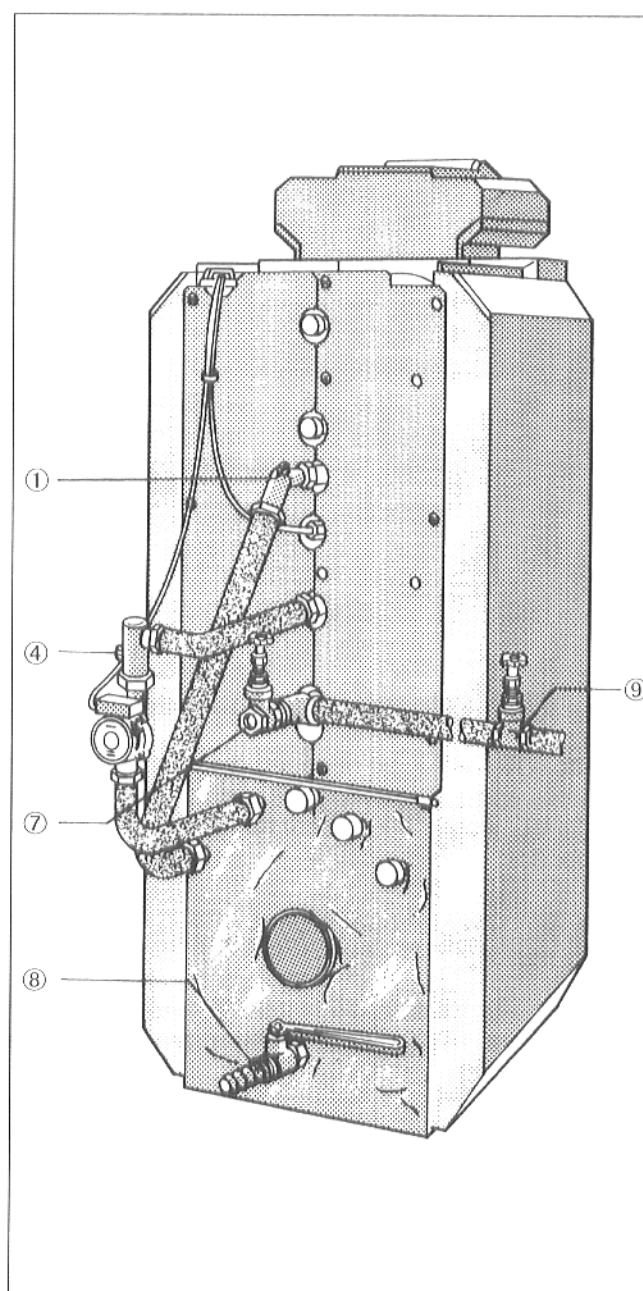

Abb. 33
- Entlüftungsschraube ① am Speichervorlauf öffnen (Abb. 33).
- Mit Stellschraube ④ Eckrückschlagventil öffnen (Schraubenschlitz senkrecht – Abb. 33).
- Füll- und Entleerhahn ⑧ öffnen und Anlage füllen, bis aus der Entlüftungsschraube ① Wasser austritt.
- Entlüftungsschraube ① zudrehen.
- Mit Stellschraube ④ Eckrückschlagventil in Betriebsstellung bringen (Schraubenschlitz waagrecht).
- Prüfen, ob Entleerventil ⑦ geschlossen ist.
- Ventil ⑨ für Kaltwasserzulauf des Speicherbehälters öffnen.